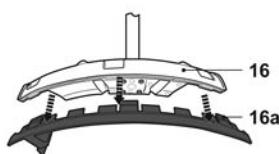

Fig. 5
- > En el modo desbrozadora, desenrosca el tornillo [16b] y presionando las tres pestañas con ayuda de una herramienta (Fig. 5).